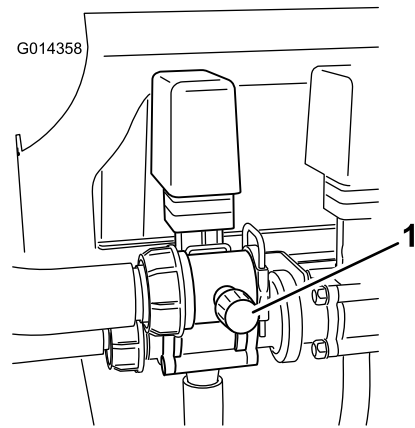

Figure 25
9. Réglez la vanne de dérivation (Figure 25) à l'arrière de la vanne d'agitation jusqu'à ce que la pression indiquée soit 689 kPa (100 psi).